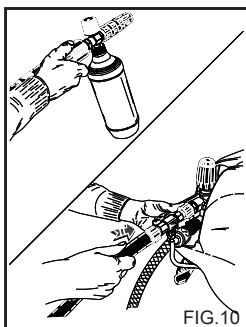

FIG.10
## APPLICATION KIT ASPIRATION DÉTERGENT (Accessoire optionnel) (fig. 10)
2) Retirer la rallonge de la poignée et insérer la lance double ou la lance à buse réglable, le kit vaporisateur de détergent, actionner le nettoyeur, activer la commande d'aspiration du détergent placée sur la lance (fig. 10 - 12) et asperger la surface à laver de bas en haut.